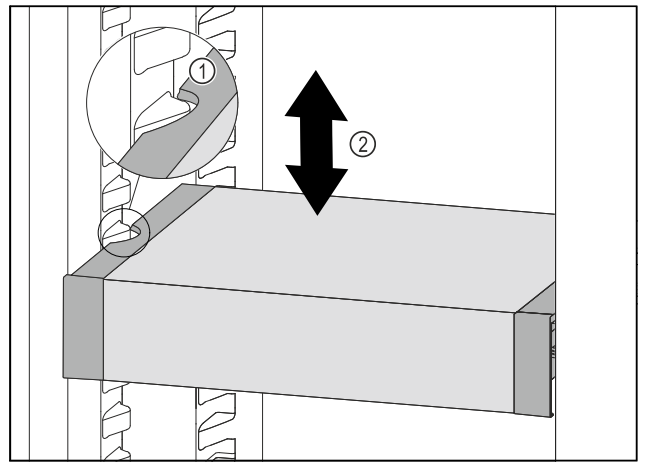

Fig. 108
- ▶ Потягнути VarioSafe вперед, поки бокові заглиблення VarioSafe не опиняться на рівні ребра для резервуара в охолоджувальному відділенні. Fig. 108 (1)
- ▶ Пересувайте VarioSafe вгору або вниз в охолоджувальному відділенні до тих пір, поки не досягнете бажаної висоти. Fig. 108 (2)